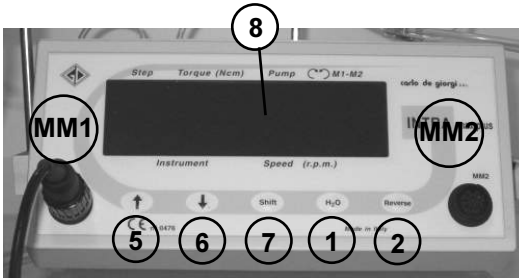

Abb. 6
Auf der Frontseite des Steuergeräts befinden sich die folgenden Steuerungen (Abb. 6):
- 3) die Programmnummer durch die "Shift" Taste (7 in Abb. 6) aufrufen, hierzu den Cursor auf Feld 1 in Abbildung 8 setzen und dann anhand der Tasten "↑" (5 in Abb. 6) und "↓" (6 in Abb. 6) das gewünschte Programm auswählen
Zur Bearbeitung eines Programms mit den frontseitigen Steuerungen (s. Abb. 6, 8) den Cursor auf das Feld "Step" (1 von Abb. 8) setzen und mit den Tasten "↑" (5 von Abb. 6) und "↓" (6 von Abb. 6) die Nummer des ersten freien bzw. unbenutzten Programms abrufen.
Nach Abrufen eines bearbeitbaren Programms die einzelnen Felder mit der "Shift" Taste (7 von Abb. 6) auswählen und die darin enthaltenen Parameterwerte über die Tasten "↑" (5 von Abb. 6) und "↓" (6 von Abb. 6) bearbeiten. Nach Abschluss der Eingabe das Programm speichern: den Cursor hierzu abermals auf das Feld "Step" (1 von Abb. 8) bewegen und es durch Abruf eines anderen Programms mit den Tasten "↑" (5 von Abb. 6) und "↓" (6 von Abb. 6) beenden. Falls das Gerät vor dieser letzten